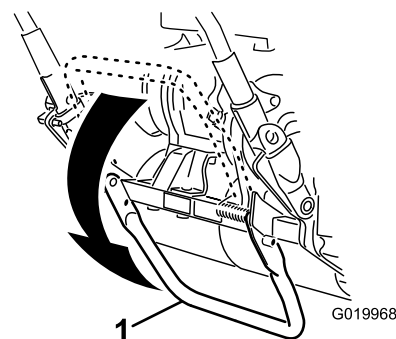

Figure 9
- Abaissez la béquille en appuyant **au centre** avec le pied, puis tirez sur la poignée de la machine jusqu'à ce que la béquille bascule complètement en avant (Figure 9).